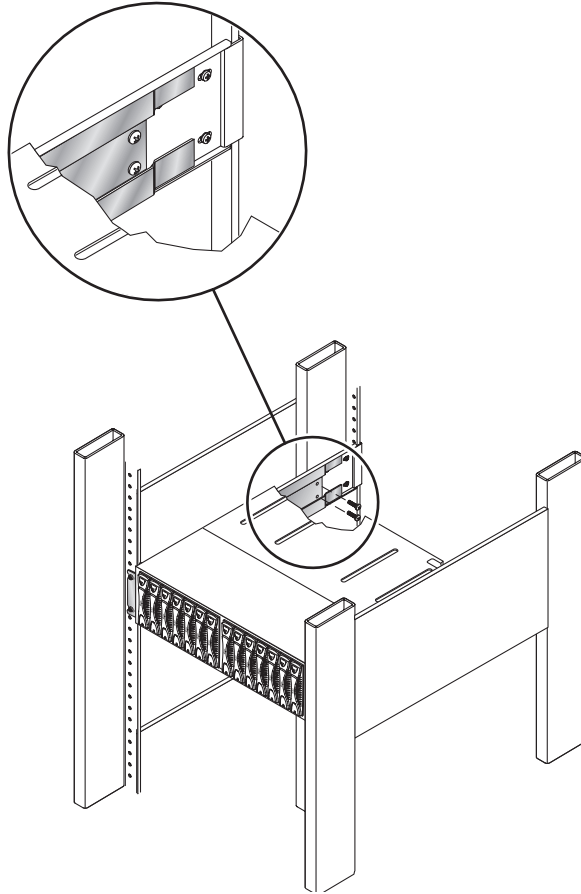

图 10 使用两颗螺丝将阵列后支架固定至侧面导轨
5. 使用两颗螺丝将阵列左侧的后支架固定至侧面导轨（图10）。